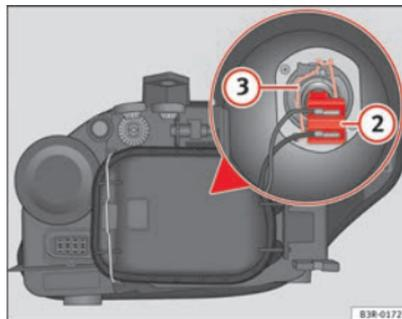

Fig. 198 Luz de cruce
- Extraiga el conector ⇒ fig. 198 ② de la lámpara tirando de él.
- Desenganche el resorte retentor ⇒ fig. 198 ③ presionándolo hacia dentro y a la derecha.